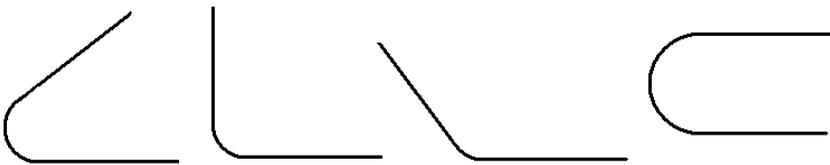

Рис. 42.
1) двух прямых линий дугой окружности (рис.42): сторон острого, тупого и прямого углов, параллельных линий;